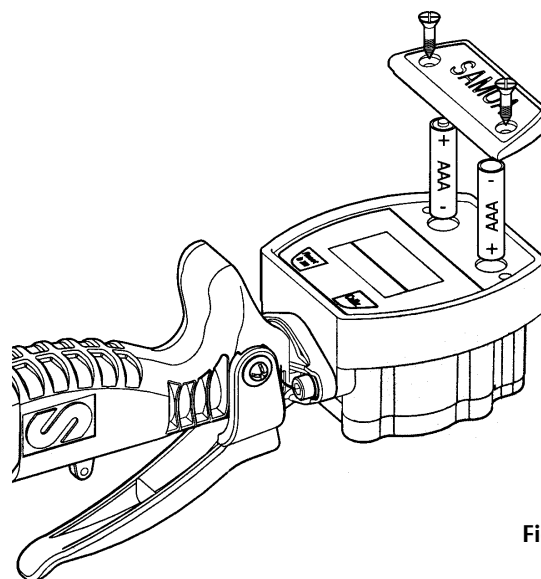

Fig. 5
1. Remove the screws and the battery cover (fig 5).
1. Destornillar y retirar los tornillos y la tapa de las baterías (Fig. 5).
1. Dévisser et retirer les vis ainsi que le couvercle des piles (fig 5).
1. Die Schrauben und den Batteriedeckel (Bild 5) lösen.